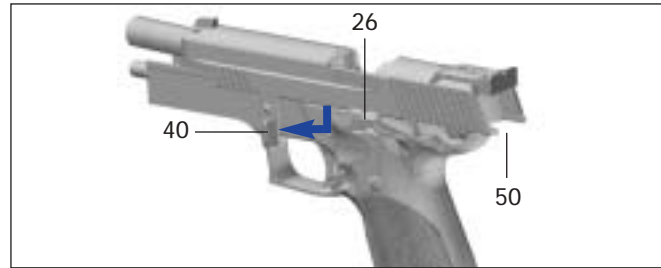

Abb. 9
4. Zerlegehebel 40 nach unten schwenken (Abb. 9).